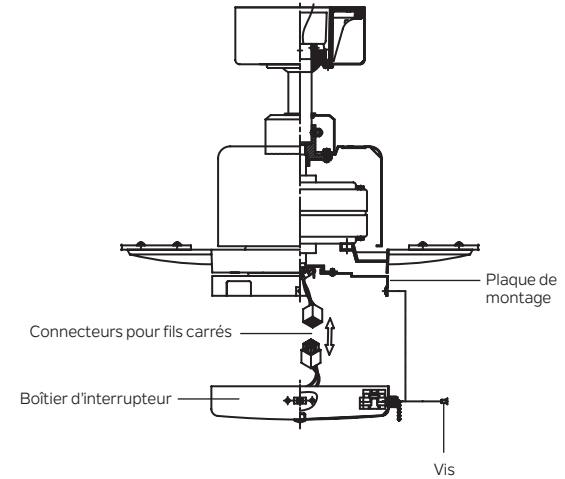

Fig. 16
Étape 1. Tout en tenant le boîtier d'interrupteur sous votre ventilateur de plafond, poussez les connecteurs carrés des fils ensemble. Un pour le ventilateur et un pour le boîtier d'interrupteur. (Fig. 16)
Fixez le boîtier du commutateur à la plaque de montage à l'aide des vis fournies. Assurez-vous que chaque vis est bien serrée. (Fig. 16)